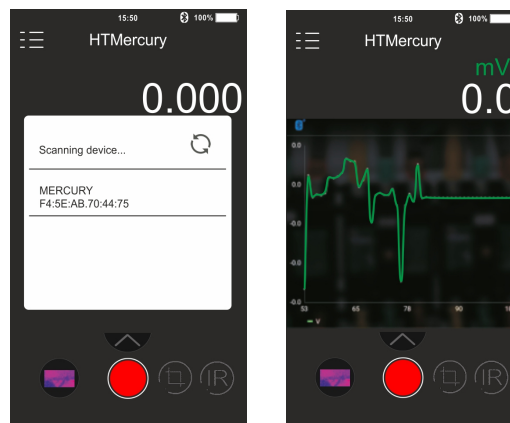
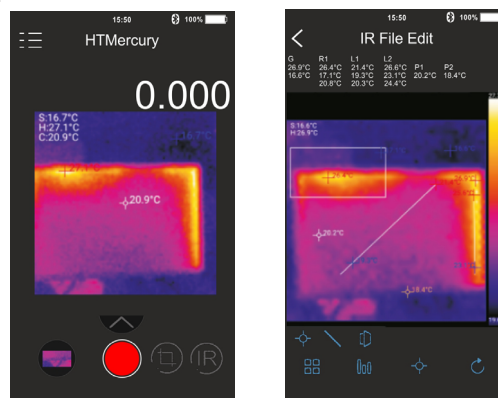

Abb. 48: Kommunikation mit der APP HTMercury
Abb. 49: Anwendungen der APP HTMercury
4. Suchen Sie nach dem Gerät in der APP (siehe Abb. 48 – linke Seite).
5. Die Echtzeit-Anzeige des Eingangssignals vom Gerät ist auf dem Mobilgerät verfügbar (siehe Abb. 48 – rechte Seite), und es ist möglich, Screenshots zu speichern und Aufzeichnungen aus den internen Menüs der APP zu aktivieren/speichern. Es ist auch möglich, Screenshots von thermografischen Bildern zu speichern und Gegenstände für erweiterte Analysen einzufügen (siehe Abb. 49). Weitere Informationen finden Sie in der Online-Hilfe der APP